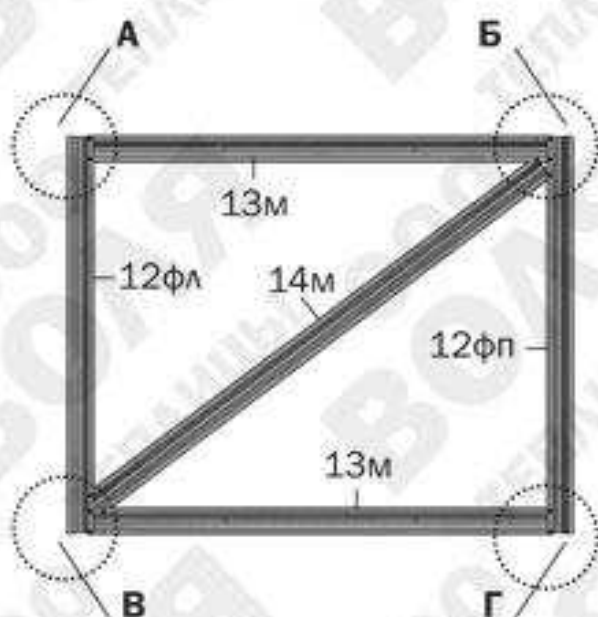

Рис. 13
детали 12...14 (дверь и форточка) - см. Рис.13,14
2. Первоначально надо раскроить лист покрытия для торцов. Для этого соберите двери, форточки (**рис.13, рис.14**) и половину торца из деталей дуг **4ВК, 4НК** и прямолинейных деталей **1, 8П, 11-1, 11-2П, 21П, 9-1П, 9-2П**, временно закрепив загнутые концы деталей **11-2** на отверстия дуги. Не снимая защитной пленки с поликарбоната, разметьте лист покрытия в соответствии с **рис. 3 и рис. 4**